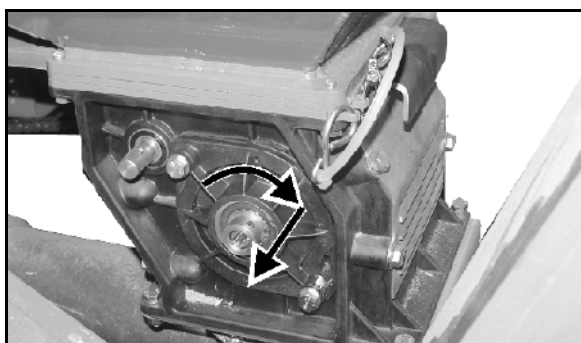

Рис. 80
4. Отверните и снимите крышку подшипника (Рис. 80).